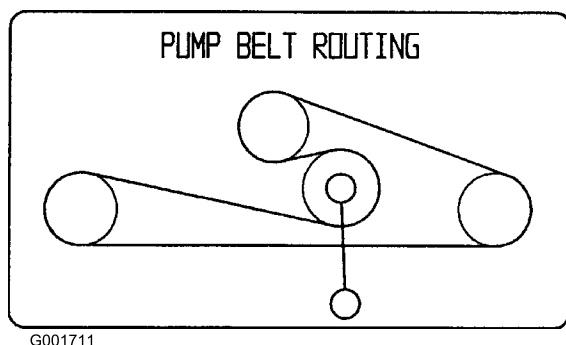

Figure 55
pompe hydraulique (Figure 55). Retirez la courroie entre les poulies.
2. Montez la courroie neuve sur les poulies du moteur et des pompes hydrauliques (Figure 55).
3. Abaissez la poulie de tension rappelée par ressort et alignez-la sous la courroie de transmission, puis relâchez-la (Figure 55).